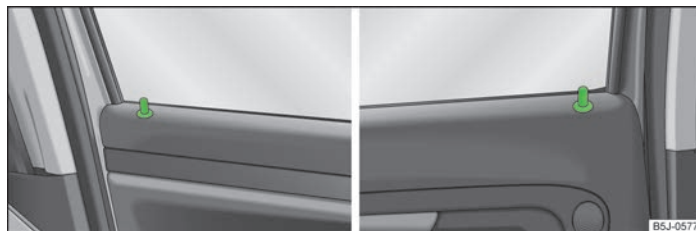

Fig. 11 Pulsador de cierre de seguridad en la puerta delantera/en la puerta trasera
Al desbloquear o bloquear la puerta, el pulsador de cierre de seguridad correspondiente » fig. 11 sube o baja, respectivamente.
- Presionar el pulsador de cierre de seguridad » fig. 11.